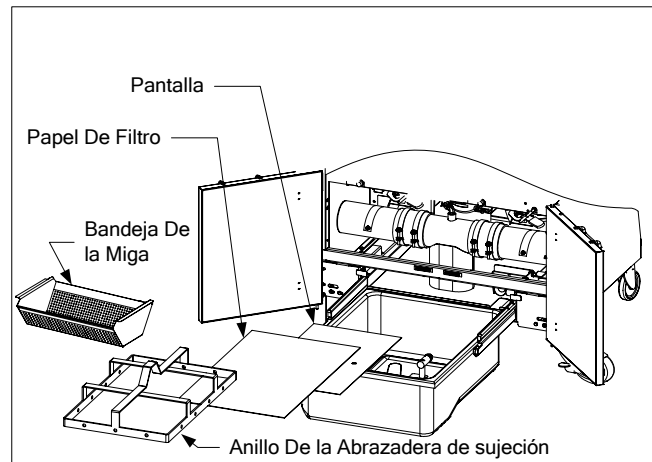

FIGURA 1
1. Tire de la cacerola del filtro hacia fuera del gabinete y quite la bandeja de la miga, el anillo del asentamiento, el cojín de filtro (o el papel), y la pantalla de filtro. (Ver Figura 1) limpie todas las piezas del metal con una solución del concentrado de uso múltiple y de la agua caliente entonces secos a fondo.
- Reinstale la bandeja de la miga en el frente de la cacerola. (Ver Figura 1)